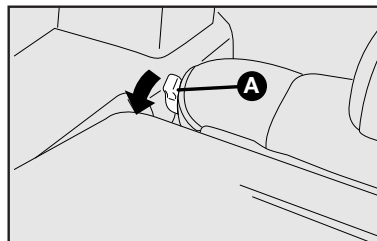

fig. 103
4) Desenganche el respaldo, utilizando las palancas laterales **A-fig. 103** en el sentido de la flecha.
Para eso, desbloquee la palanca derecha o izquierda **A-fig. 103** y incline hacia adelante el cojín deseado hasta obtener una superficie de carga única.